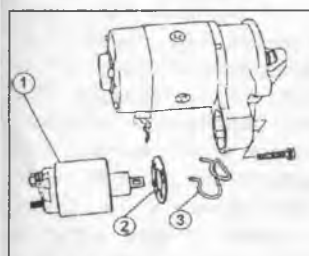

Рис. 295
Устройство стартера показано на Рис.294. Для снятия стартера отсоедините проводку от магнитного выключателя (тягового реле), выверните болты крепления стартера и извлеките стартер из картера муфты сцепления (картера преобразователя крутящего момента на моделях с автоматической коробкой передач). Разборку начинайте со снятия магнитного выключателя. Выверните болты крепления и снимите магнитный выключатель, пылезащитную крышку (2) и пружину (3) (Рис.295). Пылезащитная крышка одновременно выполняет роль регулировочной шайбы для установки положения магнитного выключателя. С задней стороны стартера снимите пылезащитную крышку (1),